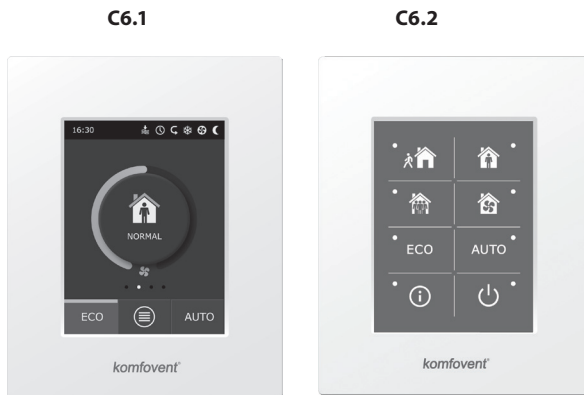

Fig. 2.1 - Choix des panneaux de commande
Le centrale de traitement d'air peut être commandée au moyen de l'un des panneaux suivants (Fig. 2.1).
* Uniquement sur le panneau C6.1 (voir Fig. 2.1).